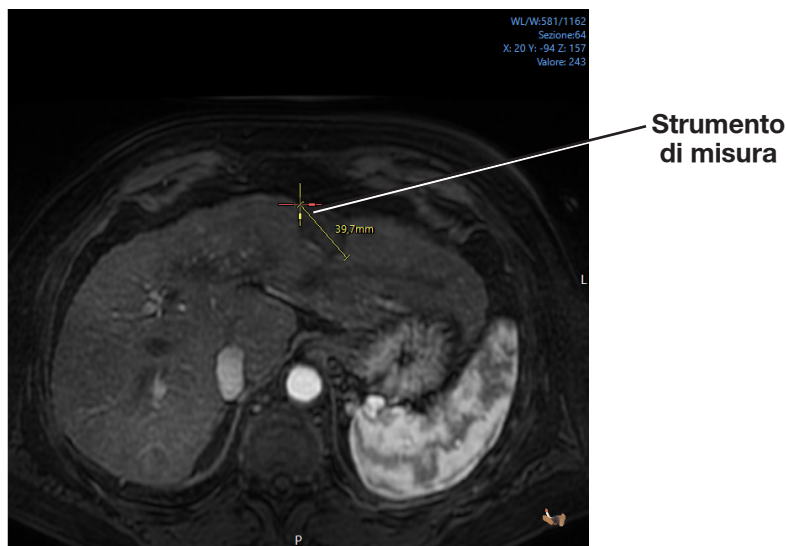

Figura A-6: Utilizzare lo strumento Misura.
3. Trascinare il cursore dello strumento sul punto di arrivo desiderato e rilasciare il tasto del mouse. Sulla linea viene quindi riportata la misura espressa in mm (vedere Figura A-6).